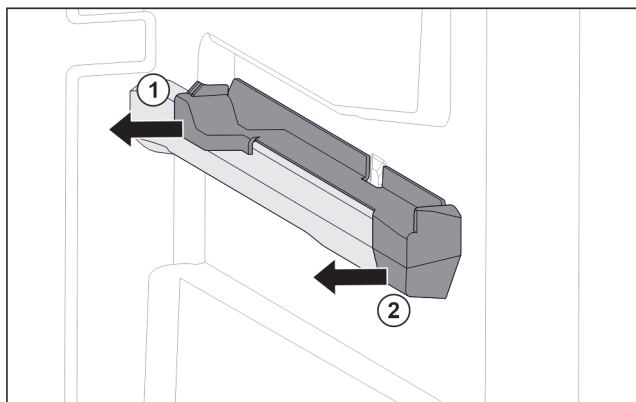

Fig. 61 Nasazovací díl na pravém žebrování na nádoby
- ▶ Stáhněte nasazovací díl vzadu na stranu. Fig. 61 (1)
- ▶ Stáhněte nasazovací díl vpředu na stranu. Fig. 61 (2)